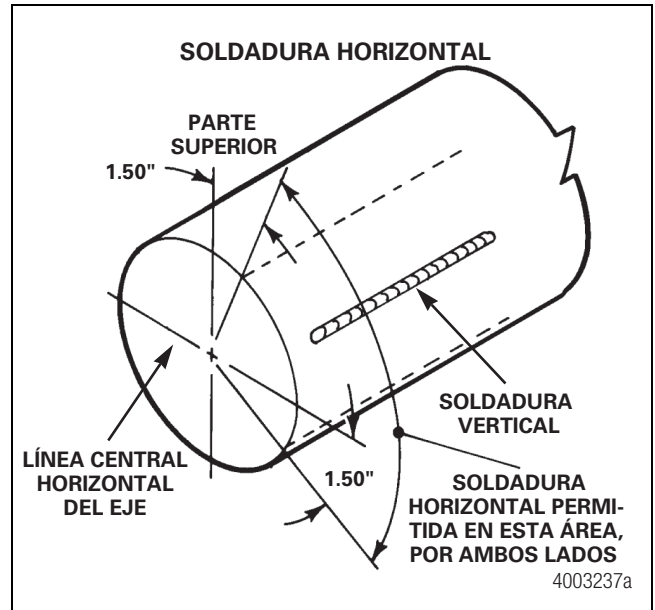

Figura 7.10
- No se permite soldar horizontalmente en más de 1.50 pulgadas (38.1 mm) por debajo de la línea horizontal central del eje. Figura 7.10.